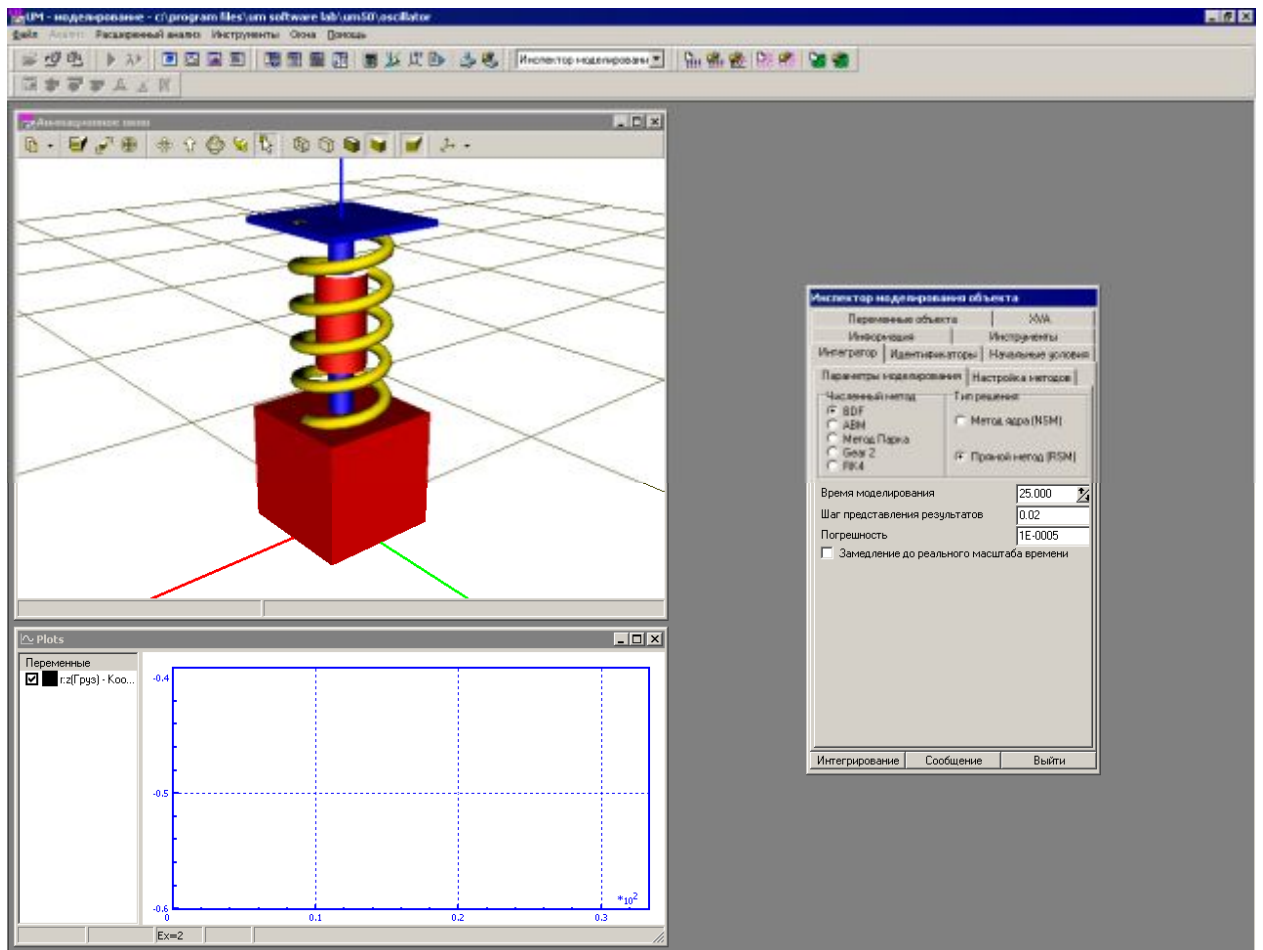

Рис. 2.7. Рабочий стол программы моделирования
6. Разместите окна на рабочем столе программы моделирования так, как вам кажется это удобным, например, как показано на рис. 2.7.